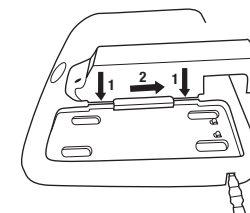

Fig. 1b
- Insérer le support de charge TR-340 dans l'un des ports du chargeur TR-944N et le faire glisser pour le verrouiller en place (Fig. 1b).